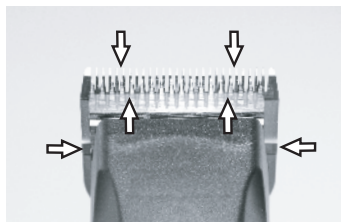

Fig. 24
Para obter bons resultados de tosquia e para aumentar a longevidade da máquina e das cabeças de tosquia, é necessário a aplicação regular de uma fina camada de lubrificante entre a lâmina superior e inferior (Fig. 24).
- ▶ Lubrifique suficientemente (e não em demasia) as lâminas de corte durante a tosquia (pelo menos em intervalos de 15 minutos), para que elas não fiquem secas (Fig. 24).
As lâminas devem ser lubrificadas antes, durante e depois de cada utilização. Quando as lâminas deixam tiras, isto é um sinal de que necessitam de ser lubrificadas. Coloque algumas gotas de lubrificante adiante e lateralmente às lâminas (ver setas na fig. 24). Limpe o lubrificante em excesso com um pano suave e seco. Os sprays de lubrificação não contêm óleo suficiente para uma boa lubrificação, mas servem como forma de arrefecimento das lâminas. Na eventualidade de lâminas danificadas, substitua-as de imediato para evitar o risco de lesões.